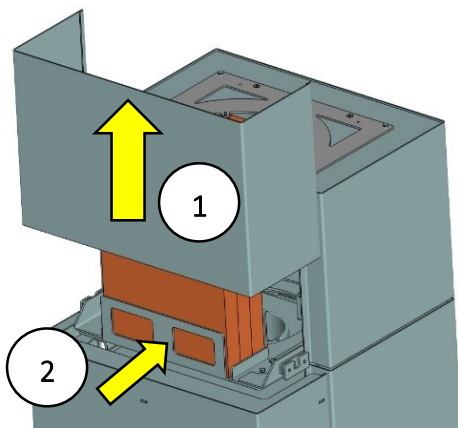

Abb. 19: Frontblende abnehmen
2. Am Wärmespeicher-Modul die vordere Blende nach oben heraus nehmen (Abb. 19 Pos.1).
3. Die vorderen 3 Speichersteine sowie den Speichersteinhalter (Abb. 19 Pos.2) entfernen.